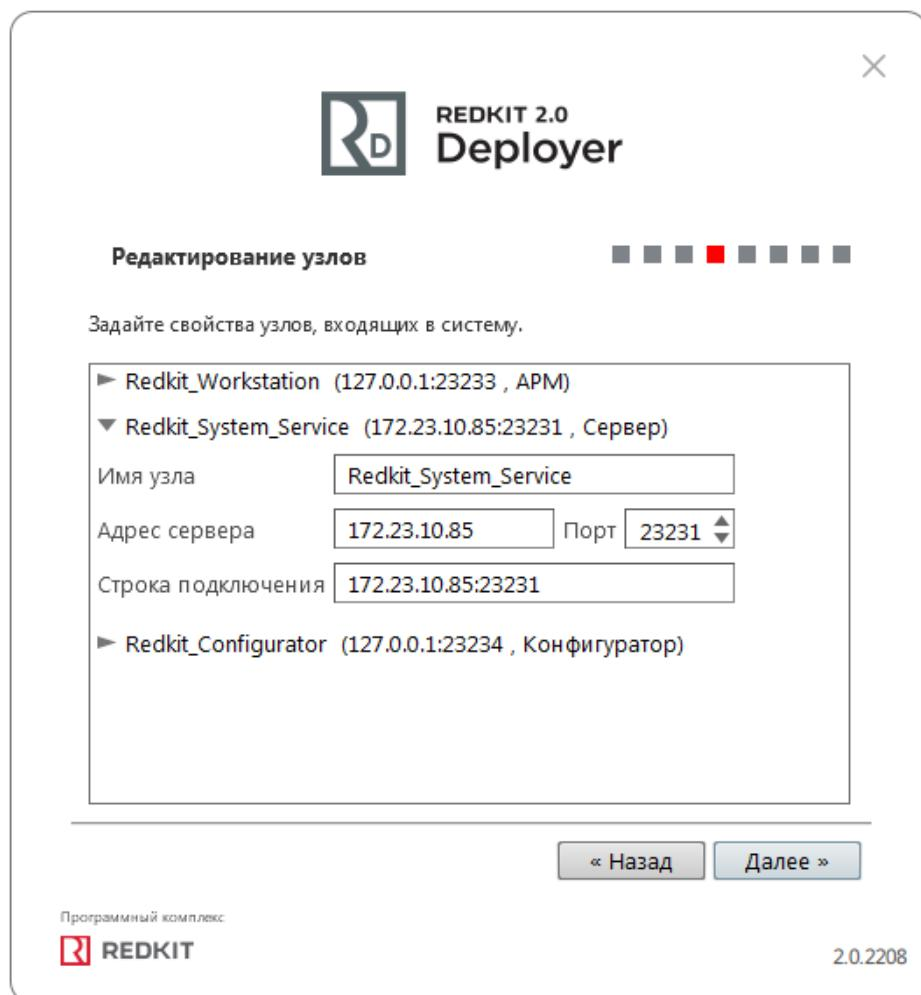

Рисунок 67 - Редактирование узлов
10. Убедитесь, что сетевые параметры узлов корректно указаны (Рисунок 67, Таблица 13), т.е.: